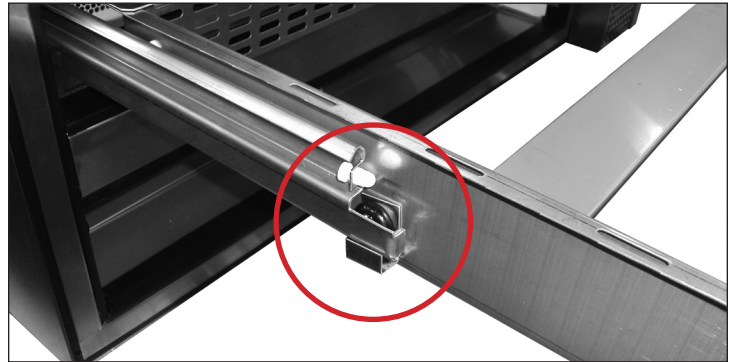

Abb. 1 Position des Rollenclips.
3. Drehen Sie die Rollenclips in die untere Position. Siehe Abb. 1 und 2.